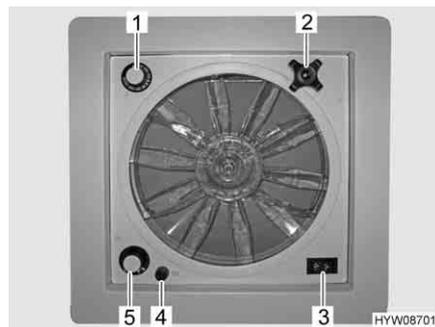

Fig. 74 Oblò con ventilatore
- ▷ Un fusibile da 4 A (Fig. 74,4) protegge da sovraccarico il motore del ventilatore. Se si verifica un sovraccarico: Individuare per prima cosa la causa (ad es. il ventilatore è sporco), poi sostituire il fusibile.
- Ruotare la maniglia girevole (Fig. 74,2), finché non si raggiunge l'angolo di apertura desiderato.
- Portare l'interruttore a levetta (Fig. 74,3) su "Aerazione" (flusso d'aria dall'esterno verso l'interno) o "Sfiato" (flusso d'aria dall'interno verso l'esterno).
- Portare l'interruttore a levetta (Fig. 74,3) sulla posizione centrale.
- Posizionare l'interruttore girevole (Fig. 74,5) sul grado desiderato:
- Ruotare il termostato (Fig. 74,1) fino alla battuta in direzione "blu".